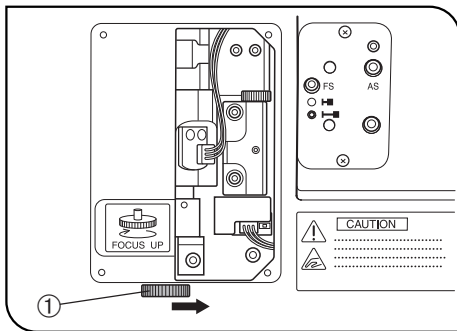

Fig. 3
- Mettre l'interrupteur principal sur « O » (OFF), retirer le capot latéral droit de l'illuminateur au moyen d'un tournevis Phillips et faire tourner la molette manuelle ① à l'intérieur du capot dans le sens opposé au sens illustré dans la Figure (à savoir dans le sens des aiguilles d'une montre) pour abaisser la tourelle porte-objectifs. (Fig. 3)